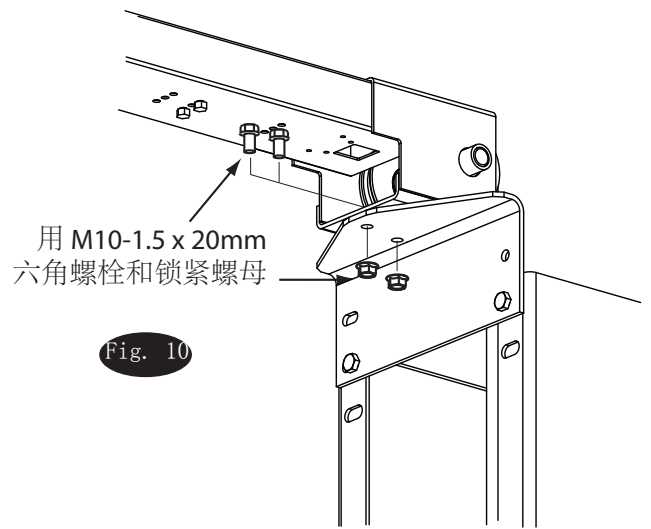

Fig. 10
11. 安放横梁：用(2个) M10-1.5 x 20mm六角螺栓和(2个) M10-1.5法兰面锁紧螺母将横梁安装到横梁支架板上。见 Fig. 10。拧紧两横梁中间的连接螺栓。